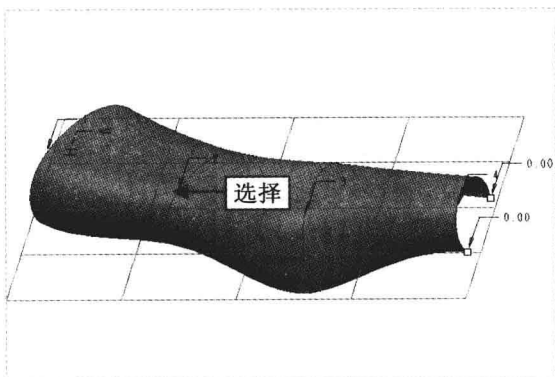

图 9-78 选择曲线
Step 02 弹出“样式”选项卡，单击“曲面”面板中的“曲面”按钮，弹出“造型：曲面”选项卡，按住【Ctrl】键的同时，依次在模型上选择 4 条曲线，如图 9-78 所示。